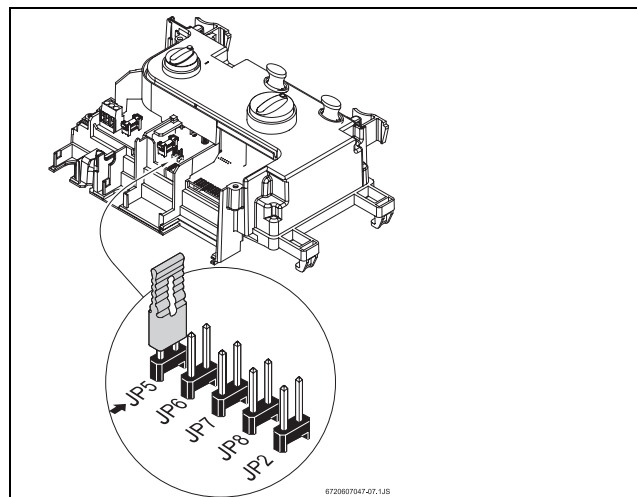

Fig. 19
- ▶ Para todos os tipos de gás o jumper JP5 vai já posicionado de fábrica (ver Fig. 19). Para os modelos WT 17 a mudança do tipo de gás está concluída, registar a alteração na chapa de características do aparelho.